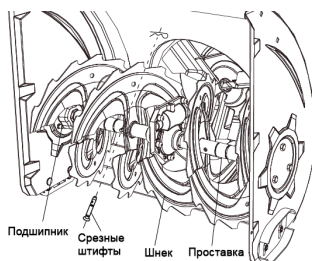

Рисунок 48
• Шнек прикреплен к спиральному валу при помощи двух срезных штифтов и шплинтов. Если шнек ударится о посторонний предмет или об нагромождения льда, то штифты будут срезаны. См. рисунок 48.